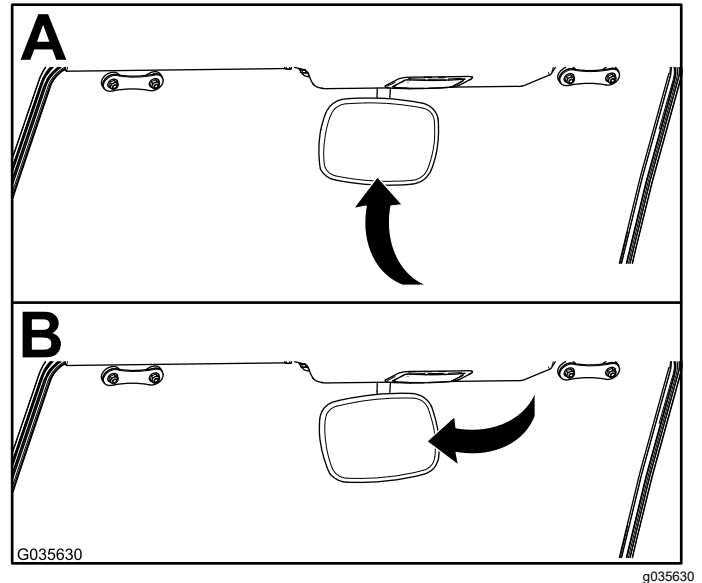
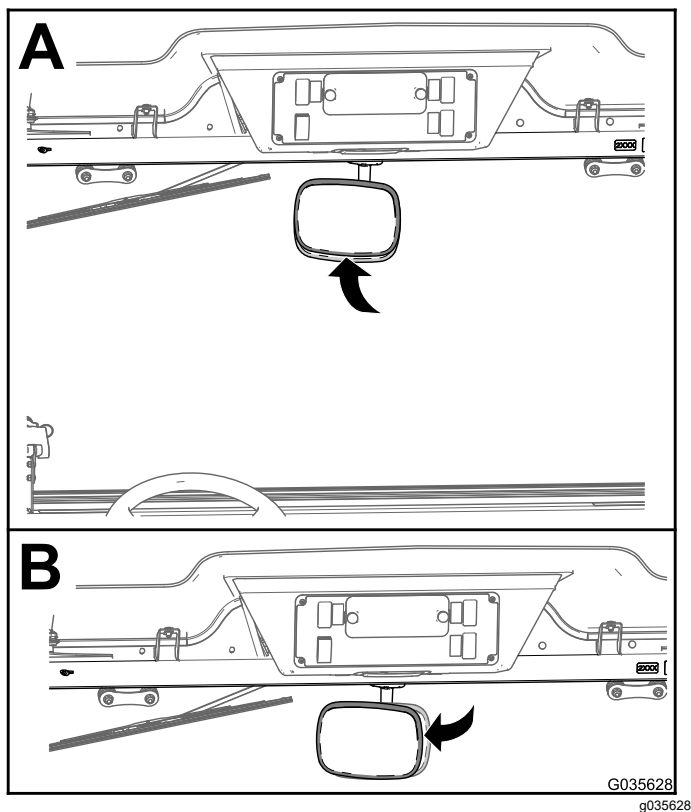

Bild 7
Bild 8
1. Drehen Sie den Spiegel an der Kugelbefestigung mit beiden Händen nach oben oder unten (A in Bild 7 oder Bild 8).
2. Drehen Sie den Spiegel an der Kugelbefestigung mit beiden Händen nach links oder rechts (B in Bild 7 oder Bild 8).